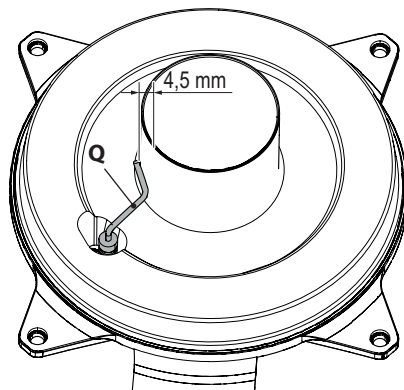

Figura 9.13
- L'elettrodo di accensione/rilevazione **Q** in Figura 9.13 funge anche da sensore per il corretto scarico della condensa.